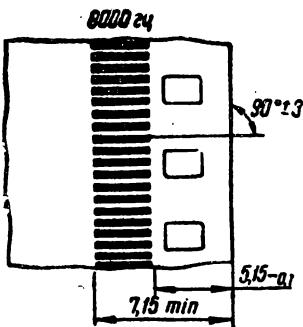

Рис. 7. Фонограмма для фокусировки и установки читающего штриха перпендикулярно краю пленки
2) для фокусировки и угловой регулировки читающего штихика (рис. 7);